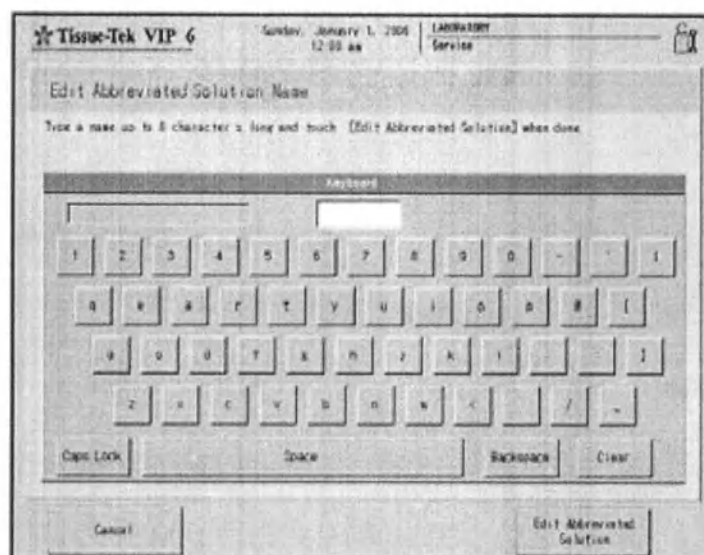

Рис. 63 Редактирование сокращенного наименования раствора
5. Если Вы нажали кнопку «**Edit Solution**» (Изменить название раствора), то появится экран «Create Abbreviated Solution Name» (Создать сокращенное название раствора) (Рис. 63).
5. Если Вы нажали кнопку «Edit Solution» (Изменить название раствора), то появится экран «Create Abbreviated Solution Name» (Создать сокращенное название раствора) (Рис. 63).